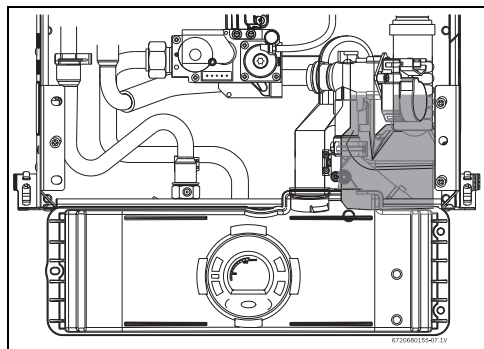

Fig. 59
- ▶ Comprobar el nivel de agua en el depósito de aguas condensados (consultar Fig. 59 ).